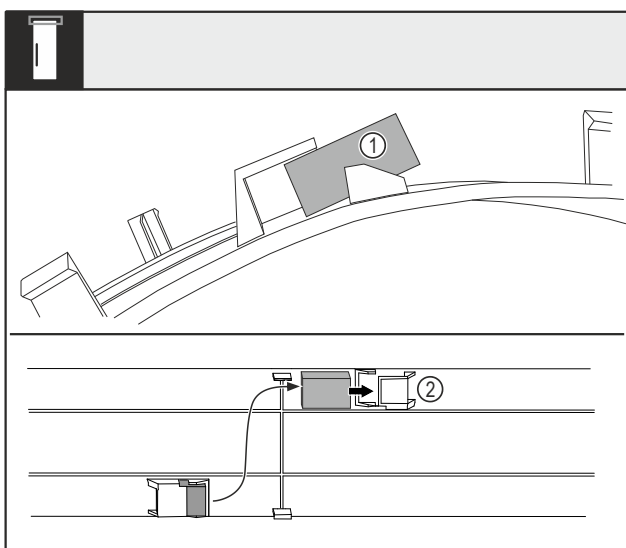

Fig. 15
- Afdekking buigen en deurmagneet Fig. 15 (1) uit het nest trekken.
- Deurmagneet in het andere nest Fig. 15 (2) schuiven.